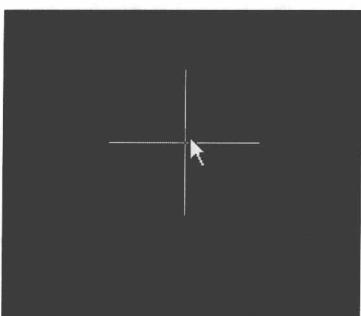

图 2-3 绘制导线起点
3. 执行导线的绘制命令后，光标变成十字形状。把光标移动到导线的起始位置，单击鼠标左键确定导线的起点，如图 2-3 所示。